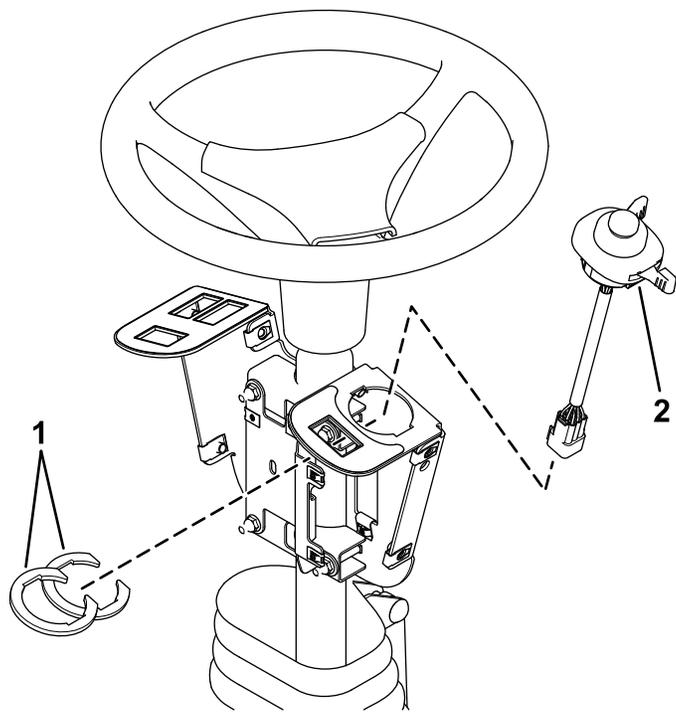

Figura 4
2. Instale o interruptor multifunções na montagem do interruptor e prenda-o utilizando os cliques do interruptor por baixo do furo para o interruptor (Figura 4).